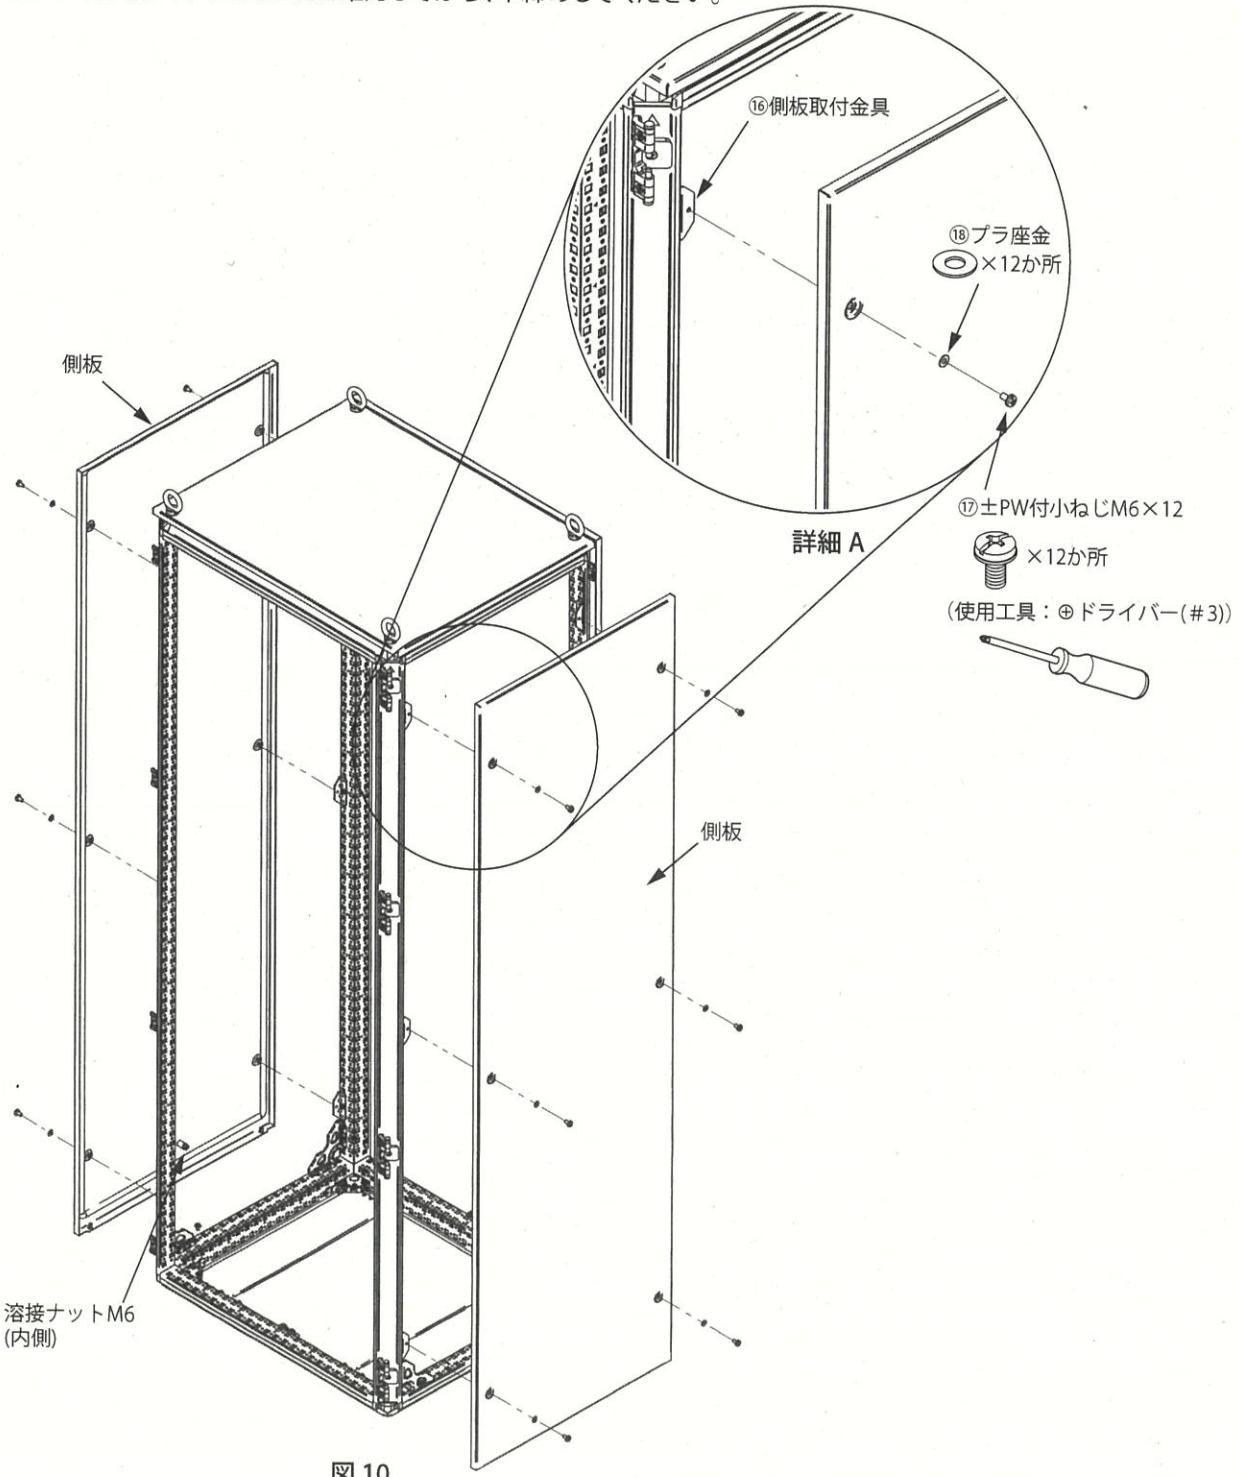

図 10
(1) 側板の内側にある溶接ナット M6 を下側にして取付けます。(図 10 詳細 A)
(2) 全てのねじが仮止めできることを確認してから、本締めしてください。